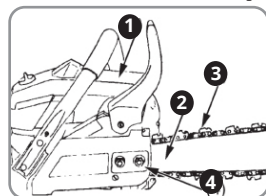

Fig. 1
- No toque nunca la cubierta, la espada guía, la cadena de corte ni la tuerca con las manos desnudas durante el funcionamiento del motor o inmediatamente después de apagarlo (fig. 1). Esto puede provocar quemaduras graves debido a la alta temperatura.